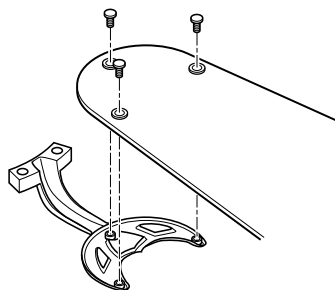

Figura 7b - Como acoplar el ala del ventilador al hierro del ala.
2. Acoplar cada ala al hierro del ala utilizando los tres tornillos de montaje del ala, tal como se demuestra en la Figura 7b.